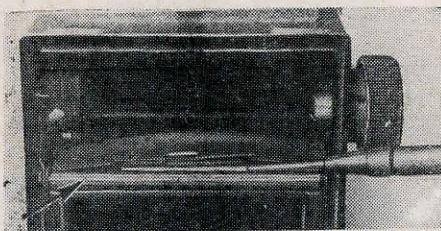
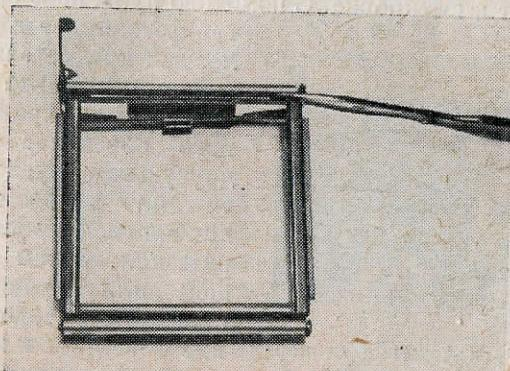

Рис. 61. Исправление заедания валиков
Рис. 62. Оттягивание валика от рамки
**Заедают валики передвижения пленки.** Валики, по которым движется пленка (рис. 61), иногда заедают или совсем не прокручиваются. Происходит это оттого, что
Чтобы устранить эту неисправность, вынимают из аппарата рамку, предварительно оттянув планку запора рамки отверткой (рис. 61). Затем острием ножа оттягивают от рамки валик сначала с одной стороны, а затем с другой (рис. 62). Расстояние между валиком и рамкой не должно превышать 1 мм. Во втором случае отжимают в сторону от валика ушки, вставив между валиком и ушком